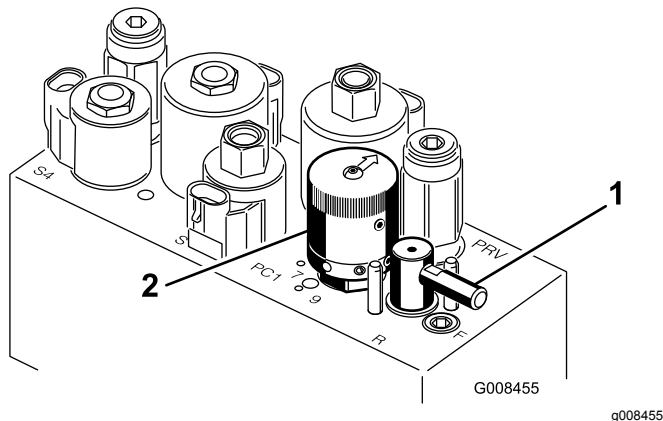

图50
5. 将倒磨控制杆转至翻转“R”位置图50。
6. 将滚刀速度控制杆旋转至设置 1 图50。